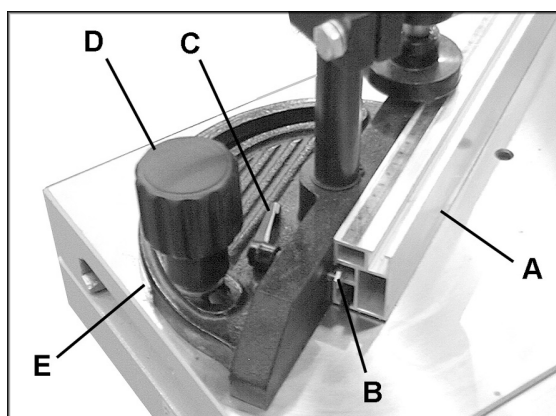

Рисунок 12
1. Продвиньте угловой упор (А, рис. 12) через две квадратные гайки (В, рис. 12), которые прикреплены к резьбовой части фиксирующих ручек (С, рис. 12).
2. Чтобы передвигать угловой упор влево-вправо, ослабьте фиксирующие ручки (С, рис. 12), продвиньте упор (А, рис. 12) в требуемое положение и затяните фиксирующие ручки (С, рис. 12). Чтобы изменить угол упора, ослабьте фиксирующую рукоятку (D, рис. 12) и поверните узел. Шкала (Е, рис. 12)